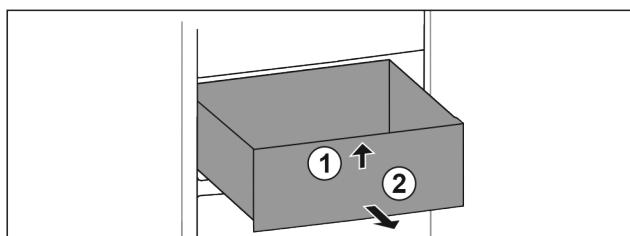

Fig. 13
- Приподнимите спереди Fig. 13 (1).
- Извлеките движением вперед Fig. 13 (2).